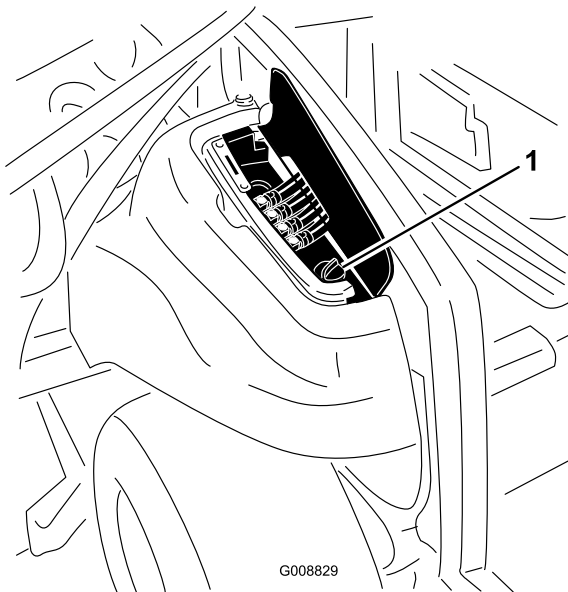

Figura 86
2. En el lado derecho del tractor, levante la tapa para tener acceso al tapón del depósito de aceite hidráulico (Figura 86).
3. Limpie la zona alrededor del cuello de llenado y el tapón del depósito hidráulico (Figura 86). Retire el tapón del cuello de llenado.